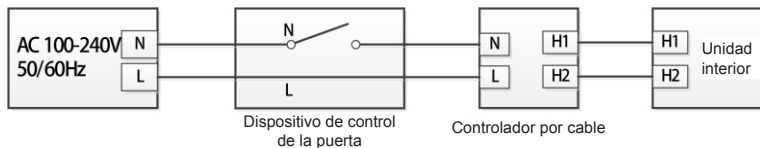
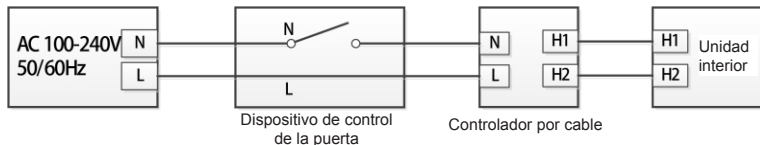

Figura 3.12 Controlador por cable conectado al control de la puerta con CA 100-240 V
Figura 3.13 Controlador por cable conectado al control de la puerta con CC 5-24 V
- (5) Introducir o retirar la tarjeta de control de la puerta es como conectar o desconectar la alimentación del dispositivo de control de la puerta. Si ha introducido la tarjeta, el dispositivo suministra corriente CA 100-240 V/CC 5-24 V al controlador por cable, que identifica que la tarjeta ha sido introducida. Si retira la tarjeta, el dispositivo deja de suministrar corriente CA 100-240 V/CC 5-24 V al controlador por cable, que identifica que la tarjeta ha sido retirada. La figura 3.12 y la figura 3.13 muestran el controlador por cable conectado al control de la puerta con una alimentación de CA 100-240 V o CC 5-24 V: